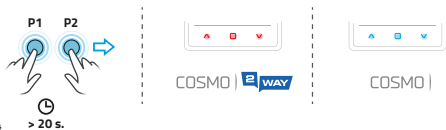

fig. 14 > 20 s.
2. Maintenez enfoncées les touches de fonction P1 + P2 placées en même temps pendant 20 secondes à l'arrière du contrôleur - fig. 14.